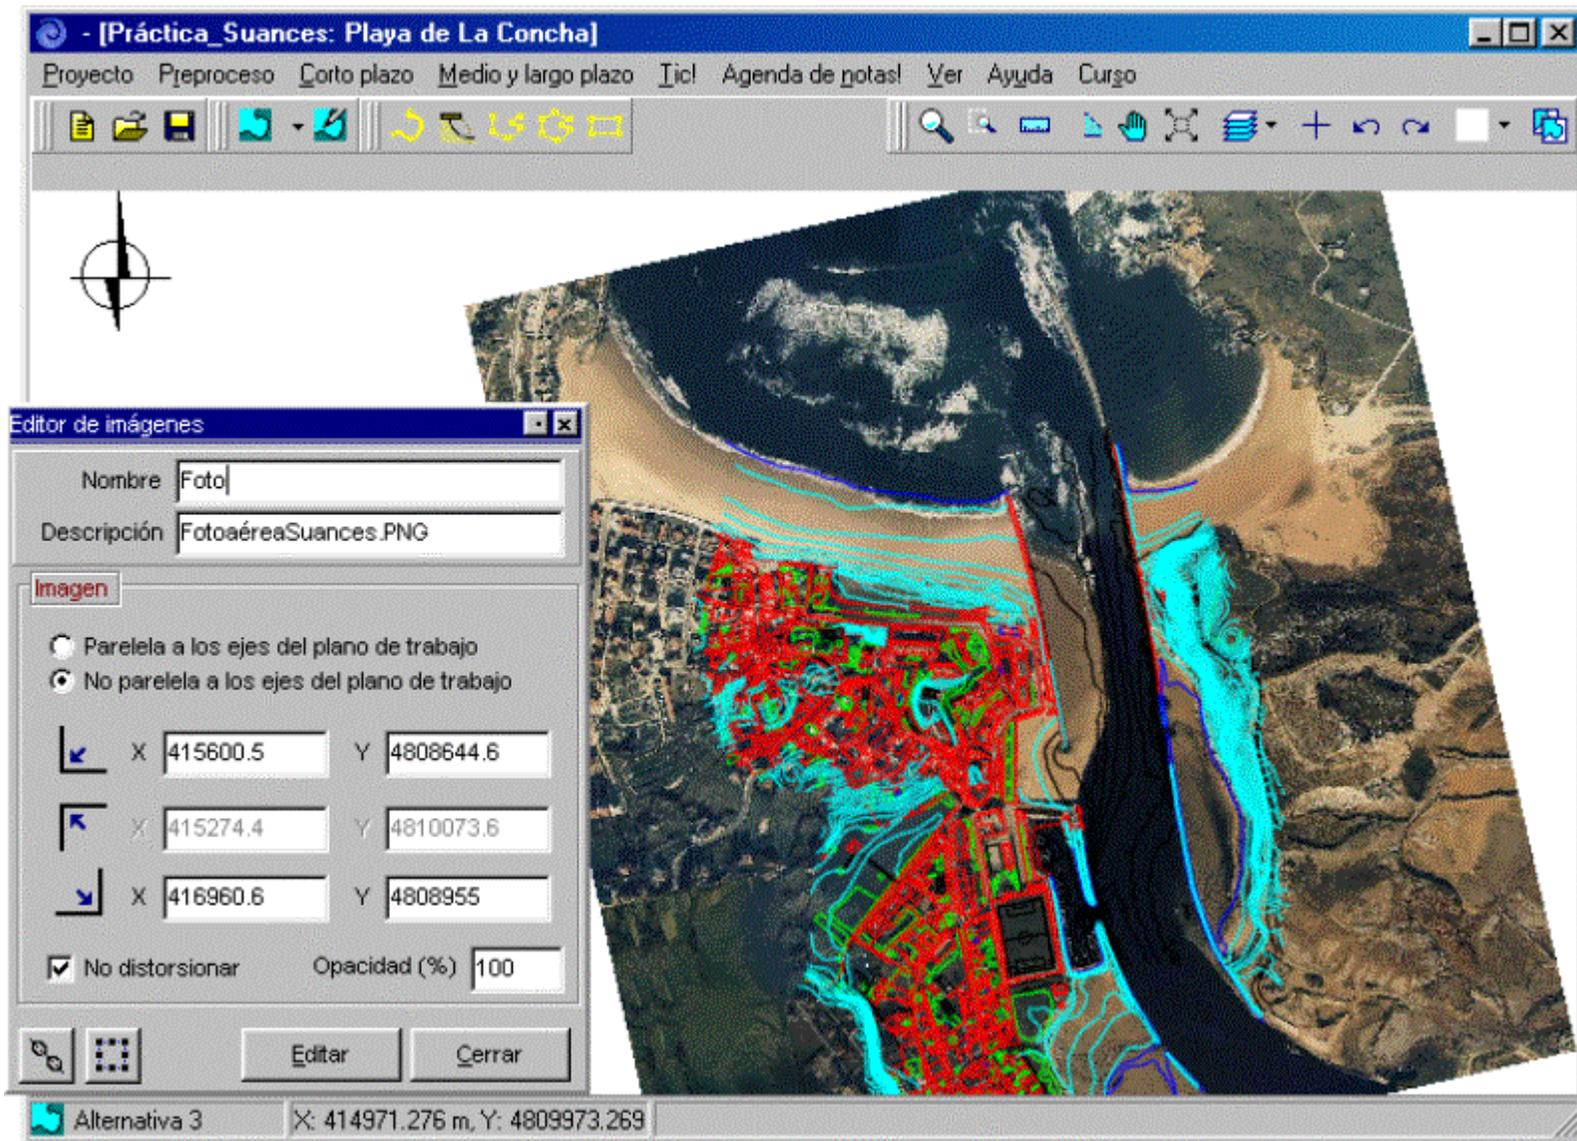

Figura 7.41
- Hay que encajar la foto con la costa dxf; para lo cual, presionar el botón que se encuentra en la parte inferior del editor de imágenes y que sirve para rotar y desplazar la imagen (botón con un cuadrado en puntos). En la sección 6.9.3. del Manual del SMC, se describen los detalles de cómo mover y rotar una imagen. Al final, si el ajuste ha sido preciso, se podrá comprobar que las coordenadas de las esquinas coinciden con las introducidas en la alternativa 2. La imagen final se muestra en la figura 7.41.